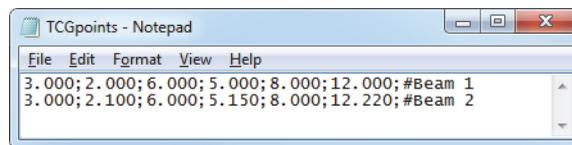

Figura 4-34 Testo d'importazione dei punti TCG
1. Creare il file .csv contenente i differenti punti TCG per un gruppo particolare (vedi Figura 4-34 a pagina 135):